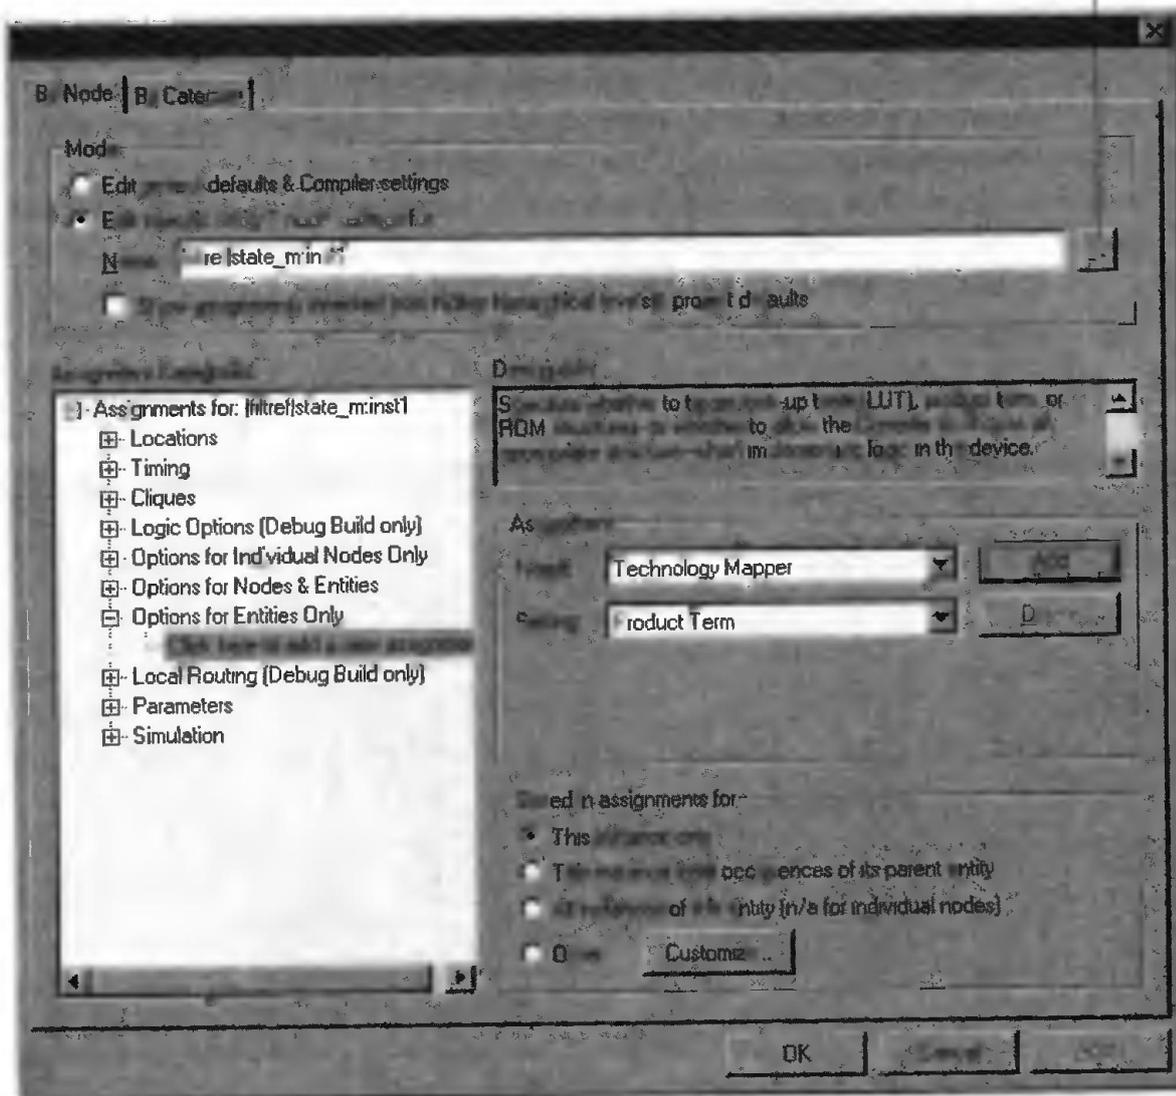

Рис. 3.48
8. В списке **Setting** (установки), выберите **Product term** (матричная логика) (рис. 3.48).